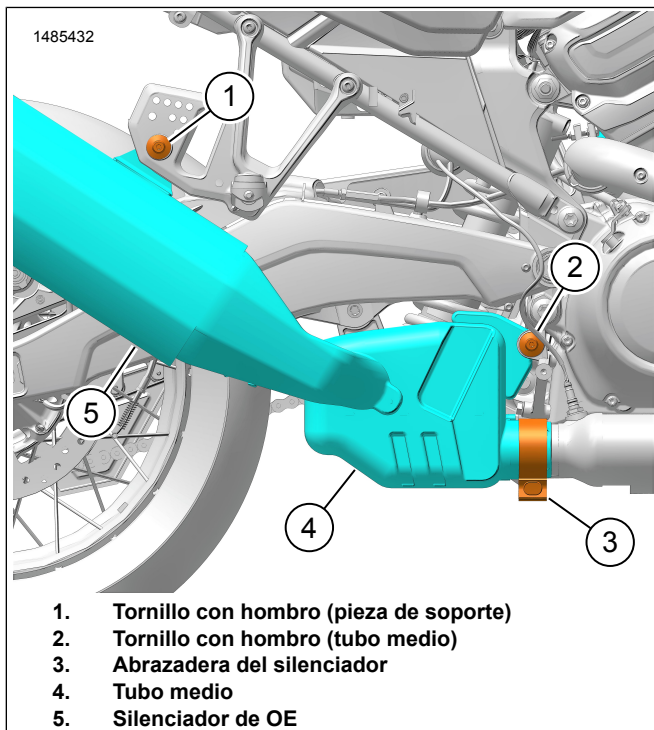

Figura 3. Ensamblaje del escape de OE
1. Figura 3 Afloje la abrazadera del silenciador (3).
2. Retire el tornillo con hombro (2) de la pieza de soporte del tubo medio. Guárdelos para usar más adelante.
3. Retire y deseche el tornillo con hombro (1) de la pieza de soporte.
- a. Deseche la abrazadera del silenciador del equipo original (3).